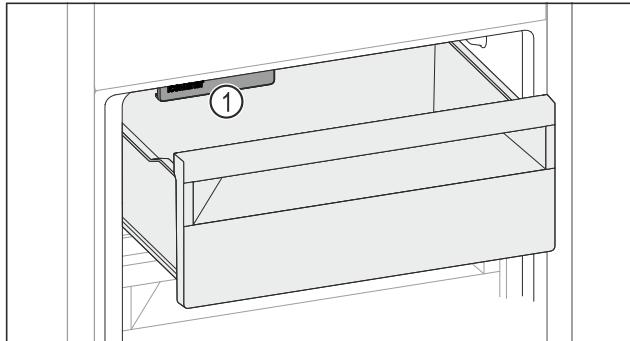

Fig. 182
- ▶ Внимавайте за IceMaker Fig. 182 (1).